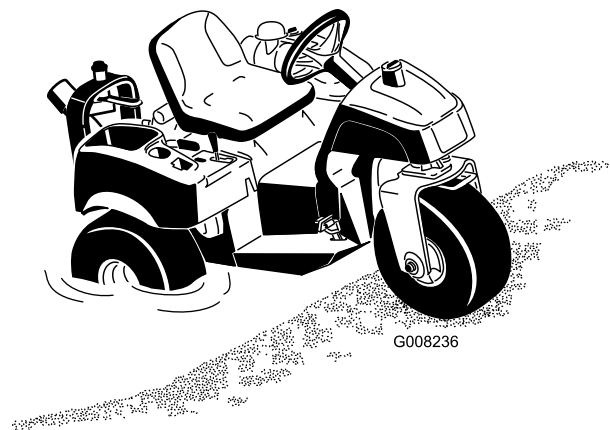

Figura 11
1. Pornii maina Sand Pro i dai încet înapoi în partea cu cea mai mică adâncime a buncărului. Nu conduci în apă care este mai adâncă decât butucii roilor mainii Sand Pro (Figura 11).